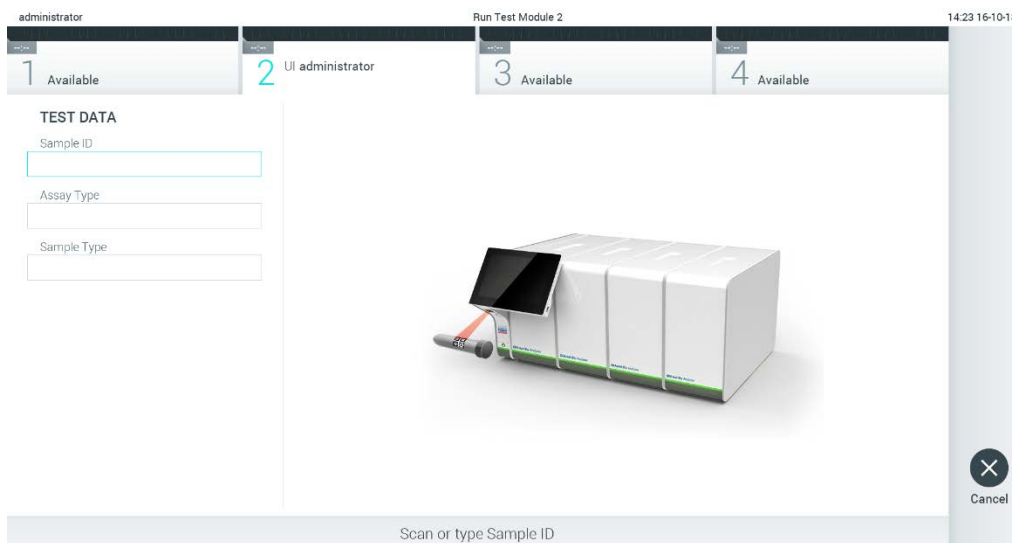

Figura 23. Scansione del codice a barre dell'ID campione.
2. Quando richiesto, eseguire la scansione del codice a barre dell'ID campione utilizzando il lettore di codici a barre integrato nel modulo operativo (Figura 23).